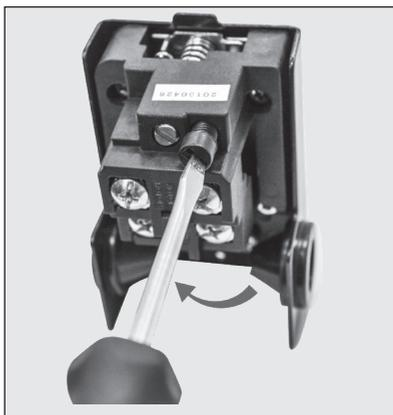

Figura 17 - Regulagem da pressão de abertura
- ② Aumentando ou diminuindo somente a pressão de abertura (desliga) (figura 17).
- Para AUMENTAR a pressão de abertura (desliga), SEM ALTERAR a pressão de fechamento (liga), gire o parafuso plástico no sentido horário (figura 17).